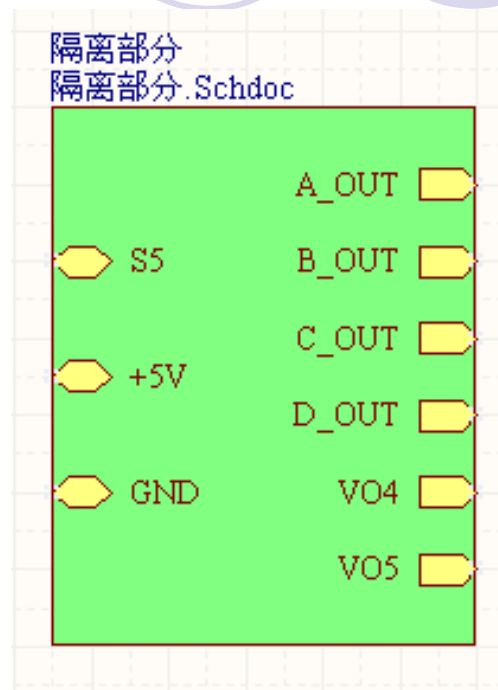

图11-8 布置完端口的方块图
- (6) 此时光标仍处于放置端口状态，单击“Tab”键，再打开的“Sheet Entry”对话框，在“Name”编辑框中输入“B_OUT”，“I/O Type”下拉菜单中选择“Output”项，单击“OK”按钮。
- (7) 在“隔离部分”方块图符号靠右侧单击鼠标，再布置一个名为“B_OUT”的方块图输出端口。
- (8) 重复步骤(6)~(7)，完成C_OUT、D_OUT、VO4、VO5、S5、+5V、GND输入/输出端口的放置（如图11-8所示），各端口的类型如表11-1所示。